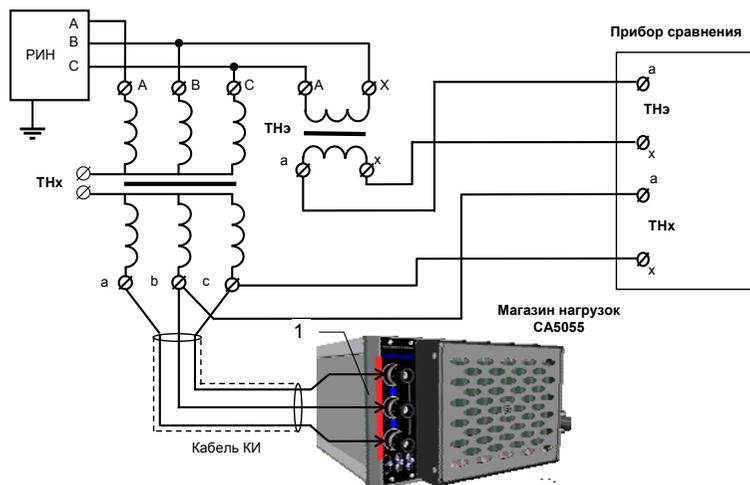

Рисунок 5.7
5.3.3 На рисунке 5.7 показана схема подключения Магазина к трехфазному ТН. На зажимах (рисунок 5.7, поз.1) воспроизводятся три нагрузки, соединенные треугольником. Ряд воспроизводимых нагрузок разбит на два диапазона в зависимости от типа поверяемого трехфазного трансформатора: